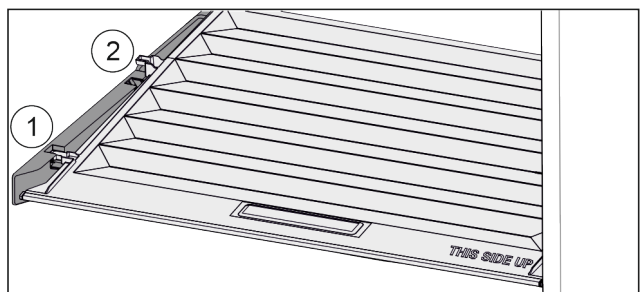

Fig. 36
- ▶ Tirer le couvercle vers l'avant jusque dans l'orifice des pièces de retenue Fig. 36 (1).
- ▶ Le soulever par le bas à l'arrière et le sortir par le haut Fig. 36 (2).